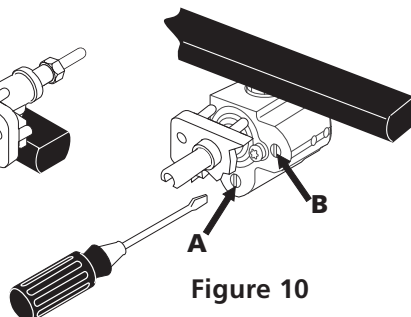

Figure 10
## 5. Réglez la position LOW des robinets du brûleur de surface double (voir Figure 10):
- La dimension de la flamme de la portion interne du brûleur peut être augmentée ou diminuée en tournant la vis **A** (voir Figure 10). Utilisez la vis **B** pour ajuster la dimension de la flamme de la portion externe du brûleur. Tournez la vis dans le sens inverse des aiguilles d'une montre pour augmenter la dimension de la flamme et dans le sens des aiguilles d'une montre pour diminuer la dimension de la flamme. Ajustez la flamme jusqu'à ce que vous puissiez tourner rapidement le bouton de LITE à la plus basse position (LOW) sans éteindre la flamme. Celle-ci devrait être aussi minuscule que possible sans s'éteindre.